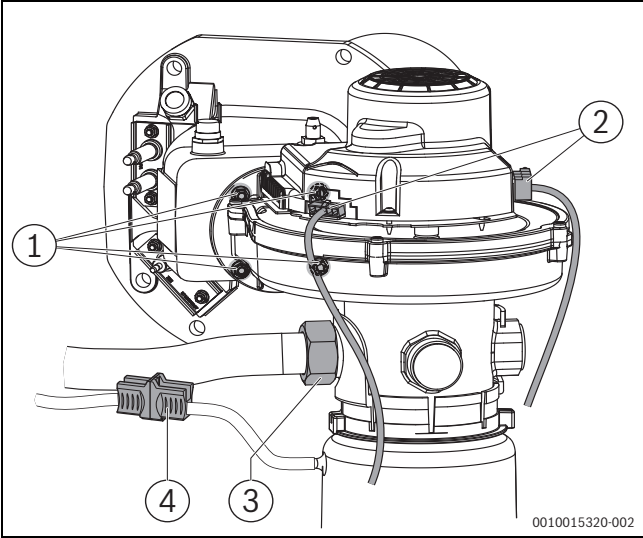

Fig. 63 Desmontar ligações elétricas, ventilador (tamanho da caldeira de 75-150 kW)
- ▶ Soltar as ligações elétricas no ventilador (→ Fig. 63, ou 64).
- ▶ Desapertar a porca de aperto no Venturi (→ Fig. 63, [3]).